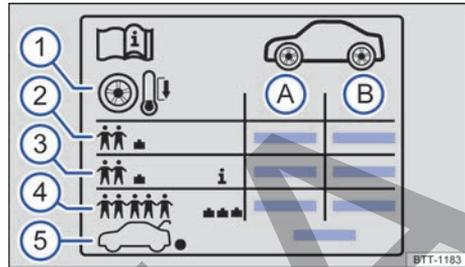

Fig. 226 Símbolos en el adhesivo de la presión de los neumáticos.
Datos que figuran en el adhesivo → fig. 226:
En función del vehículo, el adhesivo de la presión de los neumáticos puede incluir una presión de confort → fig. 226 ③. La presión de confort permite aumentar el confort de marcha. Cuando se circula con la presión de confort, puede que se incremente el consumo de combustible.